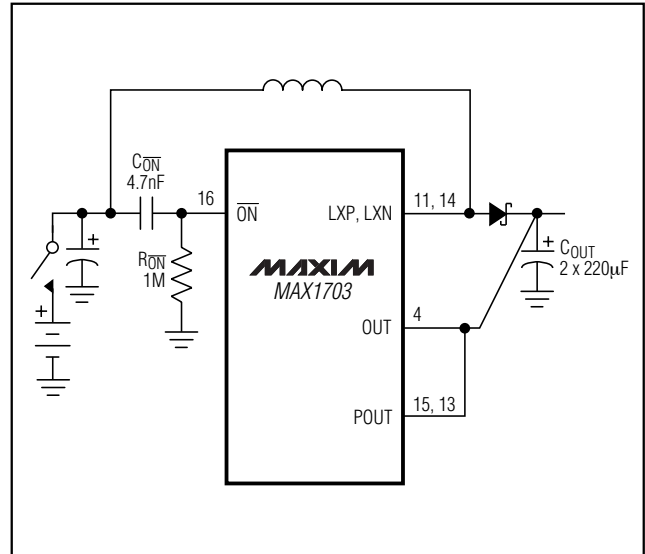

図7. スイッチ又はバッテリー接点バウンスが予想される時に C_{ON} と R_{ON} を接続
- 1) $\overline{\text{ON}}$ と V_{IN} の間にコンデンサ(C_{ON})を、 $\overline{\text{ON}}$ とGNDの間に1M Ω 抵抗(R_{ON})を接続します(図7)。このRCネットワークは V_{IN} における高速入力エッジを微分して、 V_{IN} が落ち着くまで一時的にICをオフ状態に維持します。適切な C_{ON} の値は全出力フィルタ容量(C_{OUT})の 10^{-5} 倍であるため、 C_{OUT} が440 μ Fの場合は $C_{\text{ON}} = 4.7\text{nF}$ となります。